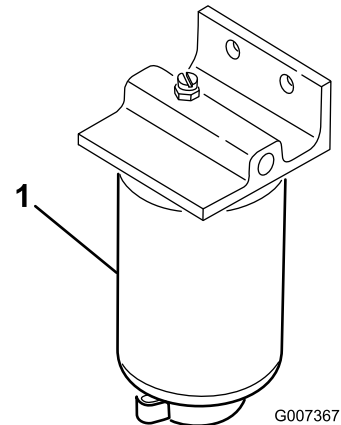

Figure 45
1. Placez un bac de vidange propre sous le filtre à carburant (Figure 45).
2. Nettoyez la surface autour des supports de la cartouche du filtre (Figure 45).